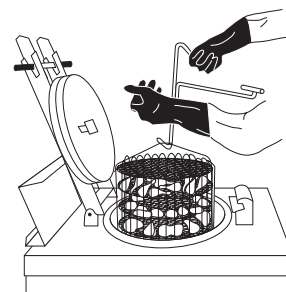

ABBILDUNG 7
3.  **GEFAHR:** Wenn die Meldung LOAD angezeigt wird, senken Sie den Frittierkorb mit Schutzhandschuhen und dem Abtropfhaken langsam in das heiße Frittieröl (siehe Abbildung 7).